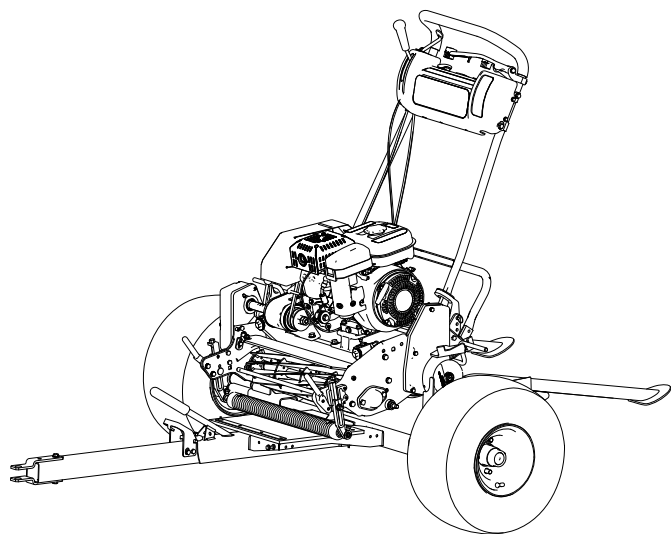

图 12
3. 从果岭修剪机上拆下集草斗分离滚刀驱动然后将油门移至最慢速的位置。缓慢地将果岭修剪机开到拖车上直至接触阻轮器图 12。